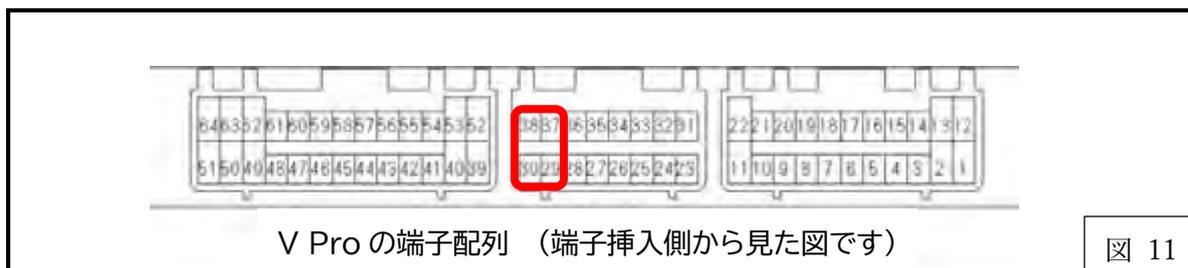

図 11
- ② 純正 ECU に接続されているエンジンチェックランプ信号線を切断し、車両側の配線を V Pro の OPT スイッチ出力 LSH (端子番号 29、30、37、38)のいずれかの端子に接続します。ECU 側の配線は絶縁処理を行ってください。(図 11)